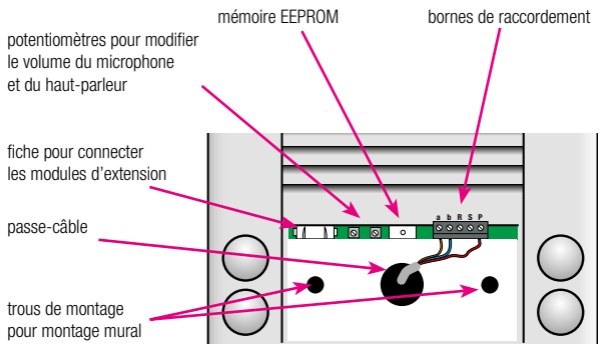

Fig. 2 : faire apparaître les bornes de raccordement et les trous de montage
3. Faites glisser le porte-étiquette vers le bas, de façon à faire apparaître les bornes de raccordement (fig. 2).
Pour étendre le poste extérieur audio en y rajoutant plus de boutons-poussoirs de sonnerie, vous reliez un ou plusieurs modules d'extension au poste extérieur audio. Niko recommande d'opter pour des modules d'extension de mêmes dimensions que le poste extérieur audio (voir chapitre 6). Vous connectez les modules d'extension au poste extérieur audio en raccordant le câble de liaison du module d'extension à la fiche prévue à cet effet dans le poste extérieur audio (fig. 2 et 3).
Le volume du microphone (sur le poste intérieur) et celui du haut-parleur (sur le poste extérieur audio) peuvent être réglés à l'aide de potentiomètres sur le circuit imprimé du poste extérieur audio (fig. 2 et 3). Tourner vers la gauche diminue le volume, tourner vers la droite augmente le volume.